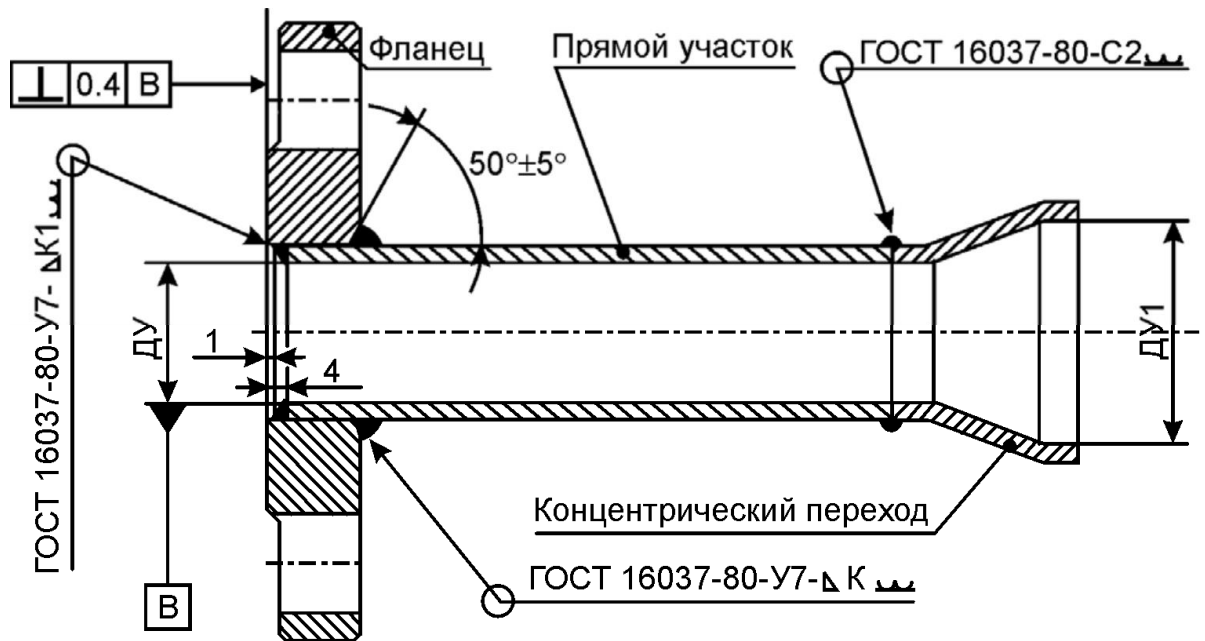

Рисунок 5.6
- Сборка стыков под сварку и размеры сварных швов должны соответствовать ГОСТ 16037. Требования к точности установки фланца приведены на рис. 5.6.